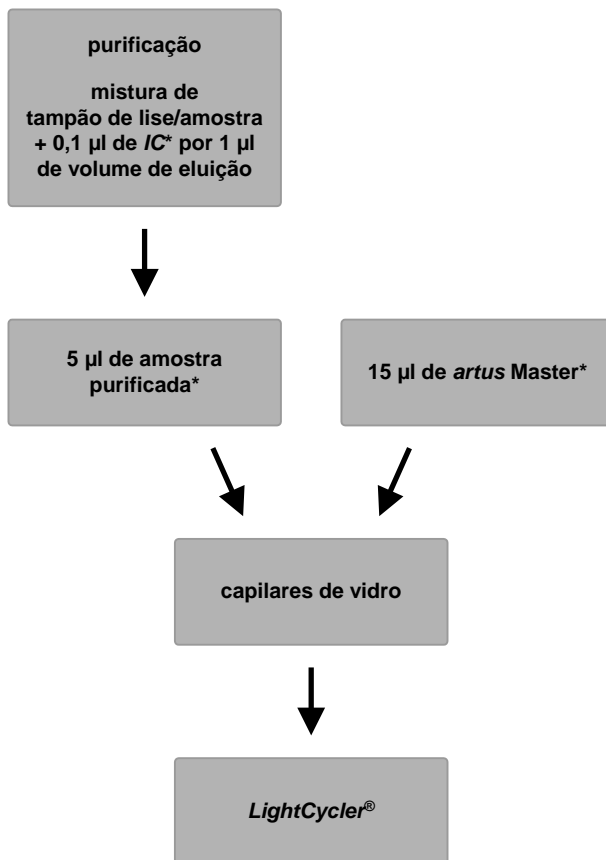

Fig. 1: Fluxo esquemático da operação para o controlo da purificação e da inibição da PCR.
É fornecido um *Controlo interno* (*Borrelia LC IC*) com o qual se tem a possibilidade de controlar **não só a purificação do ADN como também uma possível inibição da PCR** (ver Fig. 1). Para este fim, adicione o *Controlo interno* numa relação de 0,1 µl por 1 µl do volume de eluição na purificação. Se utilizar, por exemplo, o QIAamp DNA Mini Kit e eluir o ADN em 50 µl de tampão de AE, então adicione 5 µl de *Controlo interno*. A quantidade de *Controlo interno* acrescentada depende **apenas** do volume de eluição. O *Controlo interno* e eventualmente o Carrier-ARN (ver capítulo **8.1 Isolamento de ADN**) podem ser acrescentados apenas a
8.2 Controlo interno). Neste caso, utilize o seguinte esquema de pipetagem (ver também o esquema reproduzido na Fig. 1):